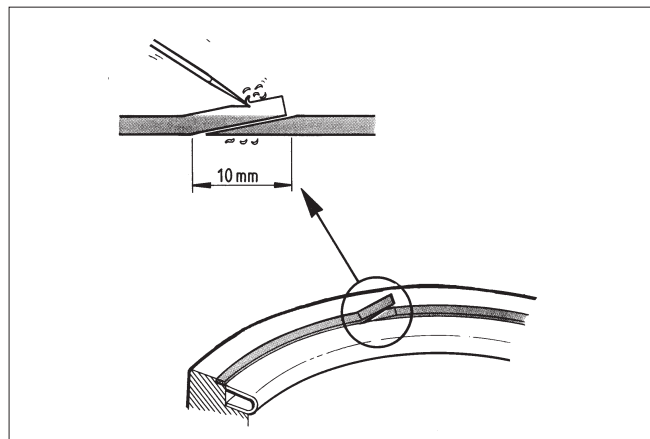

Abb. 13 Montieren der Gehäusedichtung
- Entfernen Sie den Klemmring (2) durch Lösen der Schrauben (27).
- Entfernen Sie die alte Gehäusedichtung (19) und den Sitzring (4). Wechseln Sie den Sitzring, falls er beschädigt ist.
- Montieren Sie eine neue, selbstadhesive Gehäusedichtung (19) im Gehäuse. Die Oberfläche muss sauber und frei von Fett sein. Halten Sie die Enden der Dichtung wie in Abb. 13.
- Zentrieren Sie den Sitzring (4) vorsichtig in seiner Nut und drehen Sie die Klappenscheibe soweit, bis sie leichten Kontakt zum Sitz erhält.
- Montieren Sie den Klemmring und ziehen Sie die Schrauben (27) leicht an.